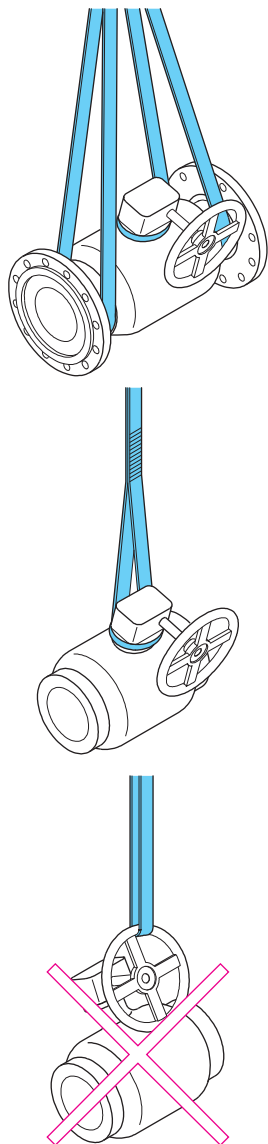
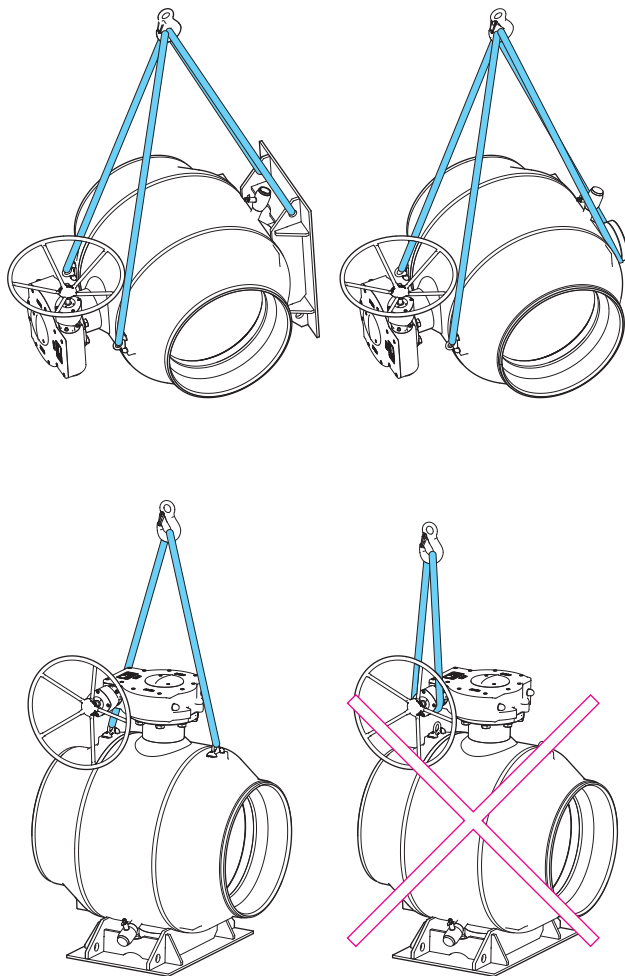

Рис. 2. Подъем крана.
Рис. 3. Подъем крана.
При подъеме кранов большого размера используйте подъемные канаты. Не поднимайте кран за привод или шток (см. рис.2 и рис.3).
- Кран не следует поднимать за привод. Если кран оснащен подъемными проушинами, используйте их (см. рис.3). Падение или неправильный подъем крана могут привести к повреждению оборудования или стать причиной травмы.
- Используйте один из разрешенных способов подъема, показанных на рис. 2 и 3.